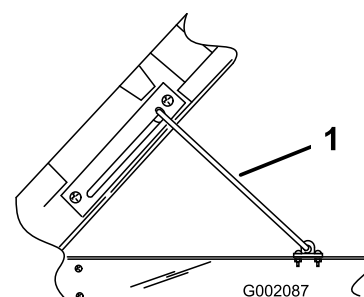

Figura 24
2. Tirate l'asta di supporto nella tacca di arresto per ancorare il cassone (Figura 24).